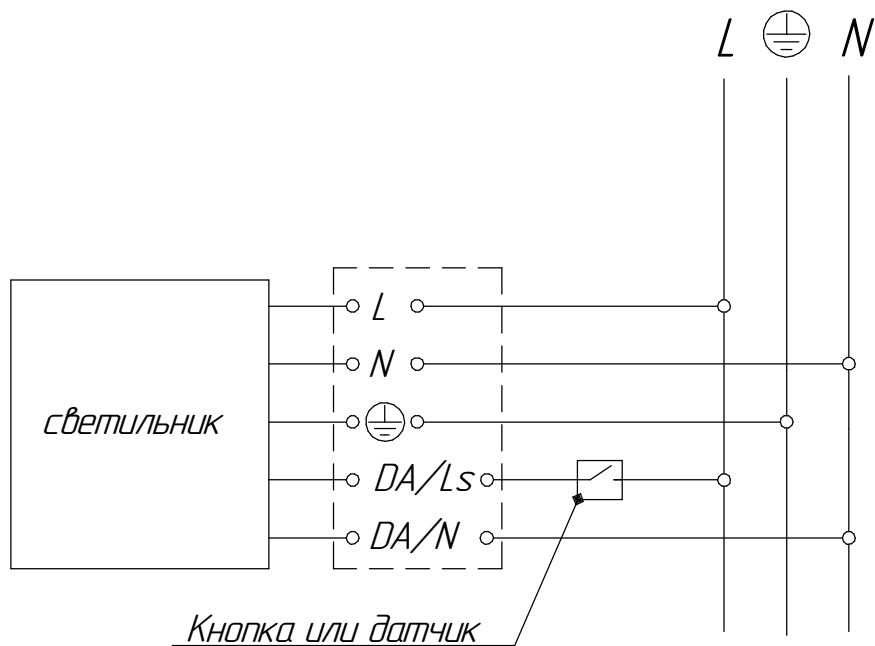

Рисунок 5- Схема подключения светильника с дежурным режимом (с протоколом DALI) к сети.
5.3 Функция "Дежурный режим" позволяет обеспечивать автоматическое снижение светового потока и автоотключение светильника как при работе с обычными кнопками так и с датчиками движения. Данная функция реализует 2 уровня светового потока: 100 и 10%, а также плавное выключение светильника. Подключение светильника осуществляется согласно схеме рис. 5. При установке кнопки
5.5 Светильники с управлением по протоколу DALI дополнительно имеет функцию "Диммирование касанием". Данная функция реализуется путем прямого подключения кнопочного выключателя (*выключатель должен быть обязательно без фиксации*) к светильнику по схеме рис. 5.